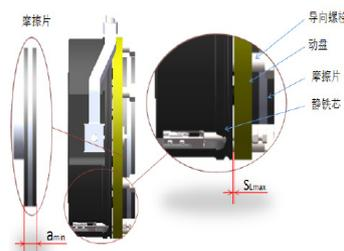

图 3.4-4 制动器的结构
制动器磨损程度因用途而异。材料损耗使摩擦片厚度变小，气隙增大。气隙一旦达到其最大允许值，必须进行调整。而摩擦片厚度降至最小允许值时，需要换新摩擦片（如图3.4-4所示）。
5. 使用塞尺检查螺栓附近的气隙SL，需要时修正气隙SL并重新进行检查（如图3.4-4所示）。